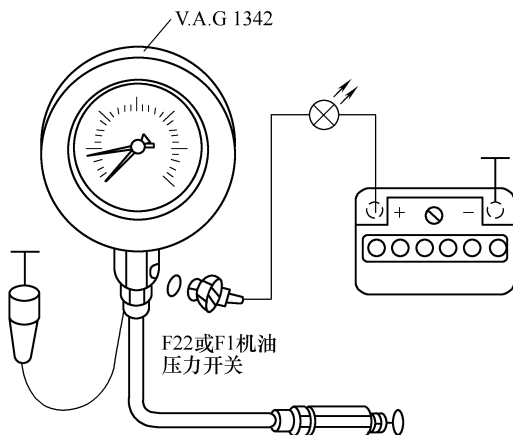

图 2-3-2 油压表连接图
- 4) 用测量辅助工具 V. A. G1594C 中的辅助导线将电气测试笔 SVW1527B 连接至蓄电池正极(+)和机油压力开关 F1 或机油压力开关 F22 上, 如图 2-3-2 所示。
① 机油压力开关 F1 检测: 在 2.15 ~ 2.95bar[⊖]压力时, 发光二极管必须亮起; 否则应更换机油压力开关 F1。
② 机油压力开关 F22 检测: 在 0.55 ~ 0.85bar 压力时, 发光二极管必须亮起; 否